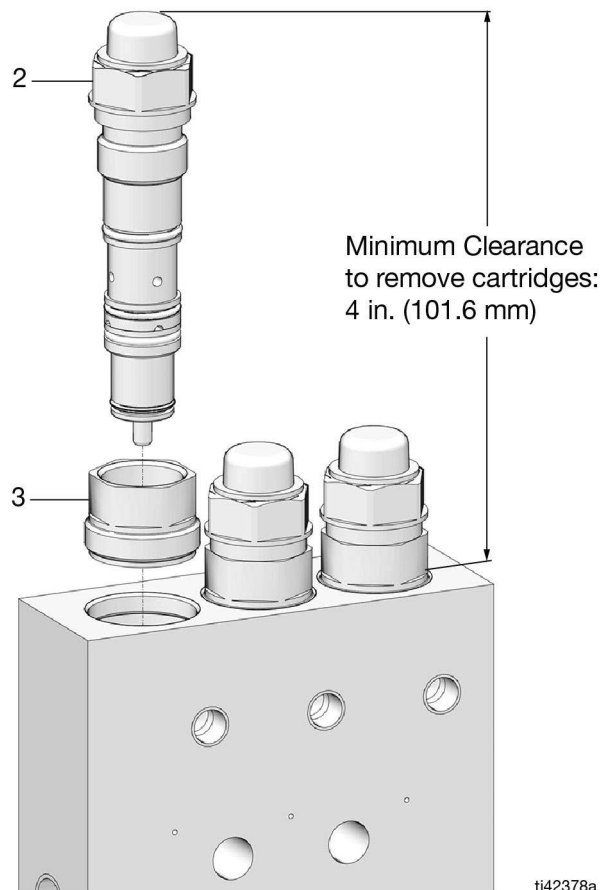

FIG. 1
3. Fixer des entretoises de sortie (3) sur chaque orifice du collecteur. Utiliser une couleur d'entretoise différente pour chaque type de sortie, (Voir la section **Kits d'entretoises de sortie**, page 7) (FIG. 1) et serrer les entretoises jusqu'à 60 ft-lb (81,3 N•m).
4. Lubrifier les joints externes des cartouches puis les fixer à l'endroit voulu (2), voir la FIG. 1, et serrer jusqu'à 40 ft-lb (54,2 N•m).